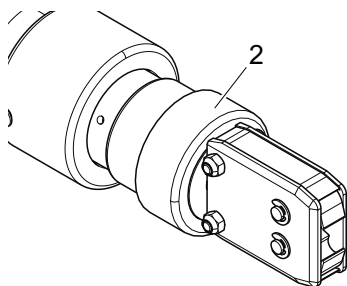

Fig. 25: Desbloqueo del cabezal de la tenaza
2. Desenrosque la tuerca de unión (Fig. 25/2).